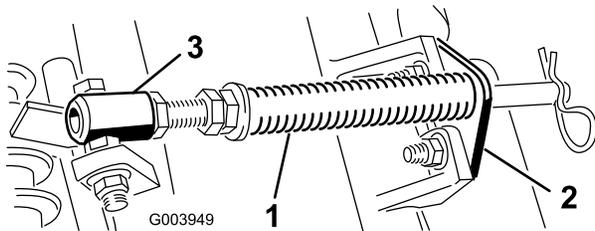

Figura 5
- A. Togliete i due bulloni a testa tonda e i dadi che fissano la staffa dell'asta alle alette degli elementi di taglio (**Figura 5**).
- B. Rimuovete il dado flangiato che fissa il bullone del tubo della molla all'aletta del telaio portante (**Figura 5**). Rimuovete il gruppo